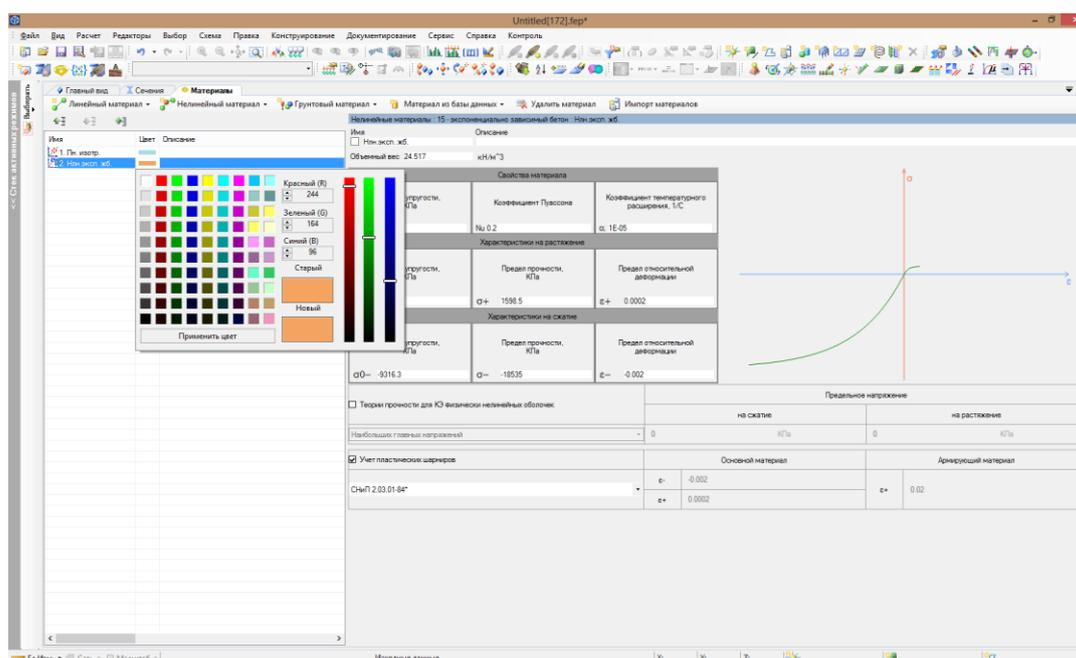

Рисунок 2.312 Редактирование таблицы материалов элементов
2. **Цвет** – выбирается щелчком мыши в поле ввода Цвет (рисунок 2.312);